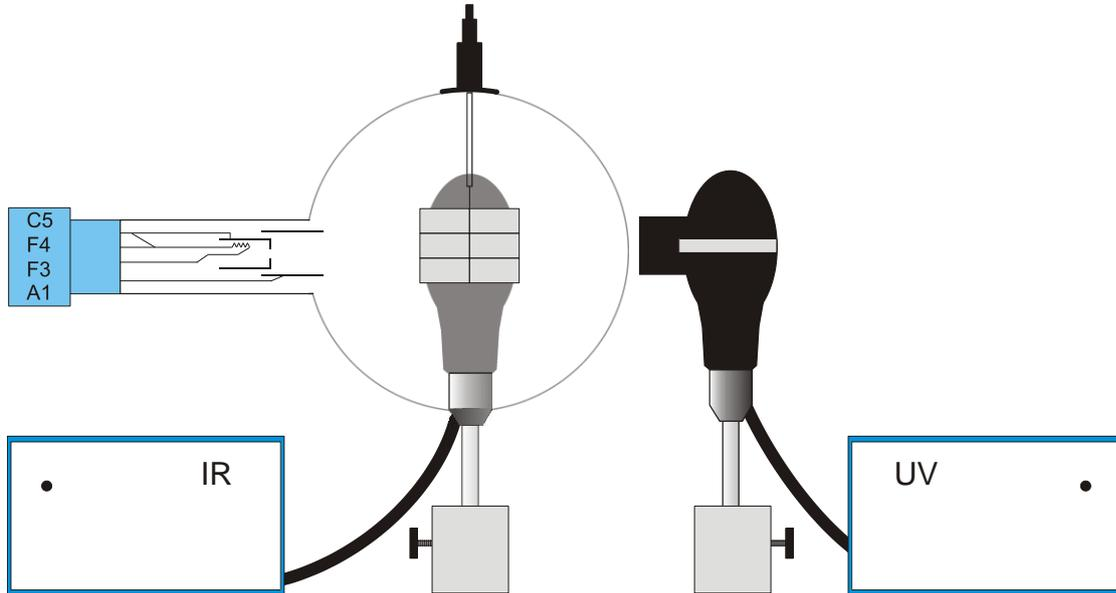

Fig. 3 Fosforecencia y apagado
- Retirar el cableado del tubo (ver Fig. 3.).